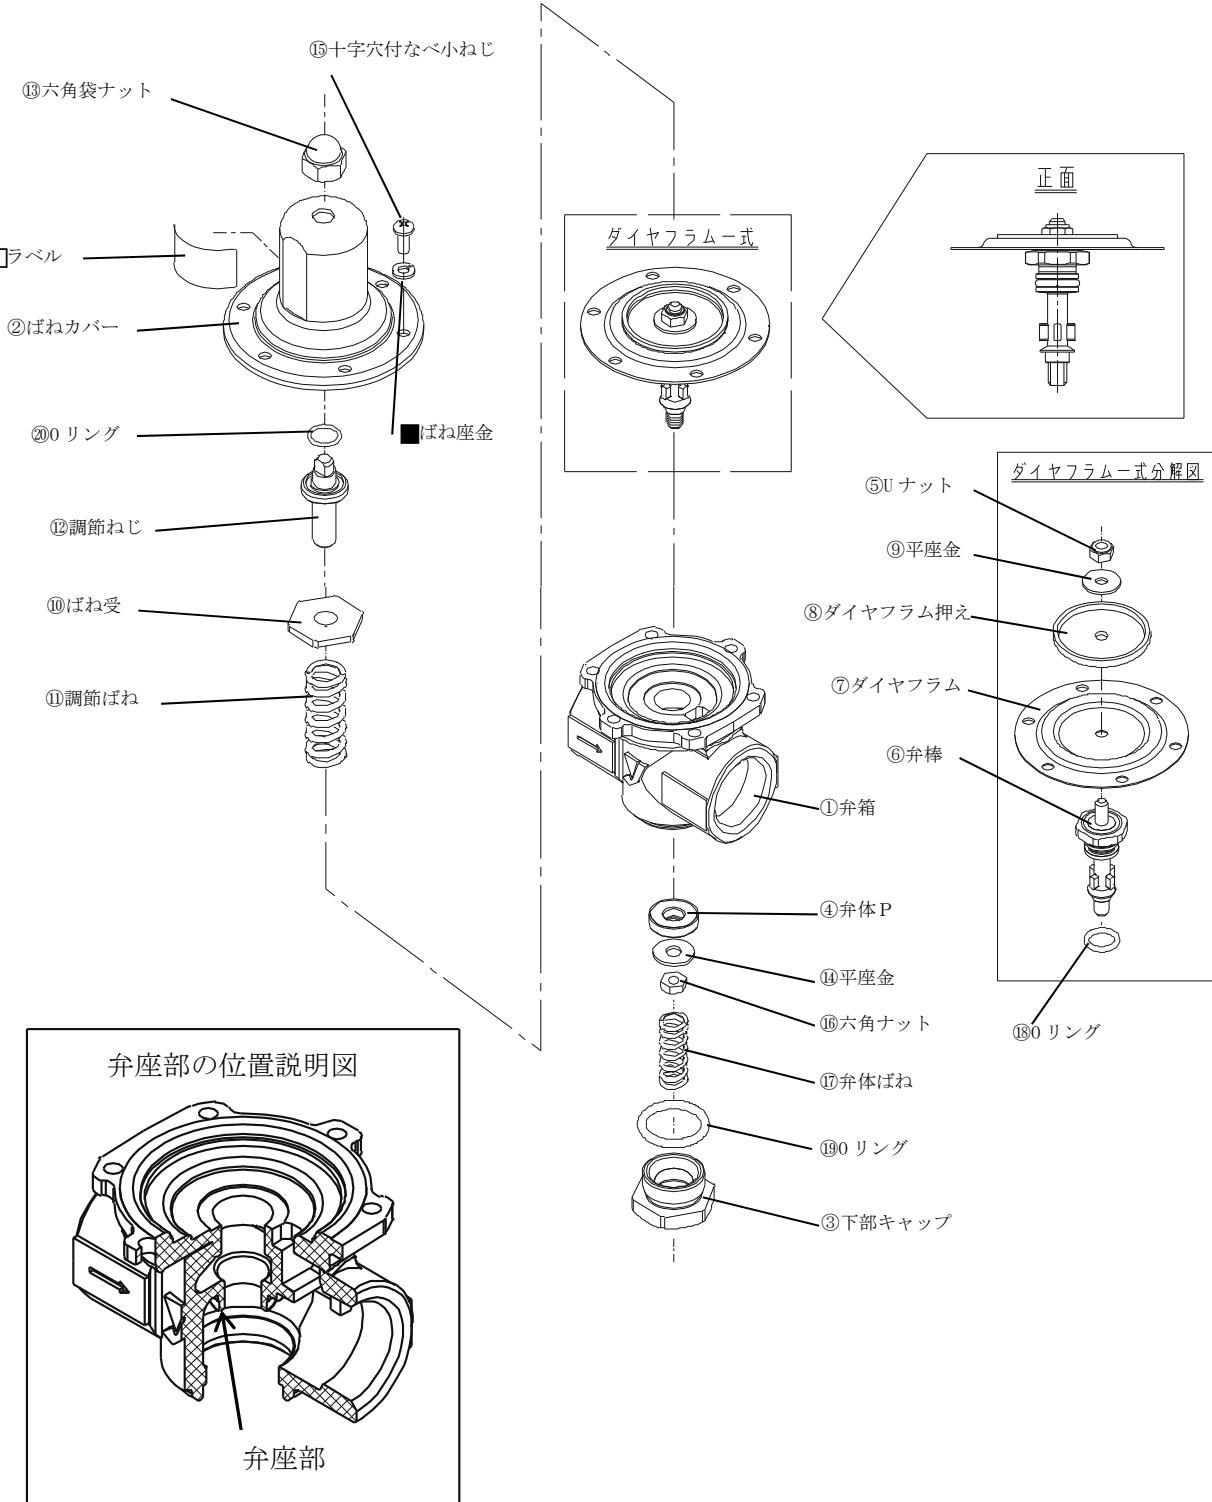

図 2 .GD-41 型分解図
消耗部品は使用頻度、使用条件などにより耐用年数は異なりますが、交換時期の目安は以下の通りです(表中の部品番号は「図 2 GD-41 型分解図」中の番号を示します)。
6.2 故障と対策 (図 2 参照)
(弁座部については、「図 2.GD-41 型分解図」を参照してください。)